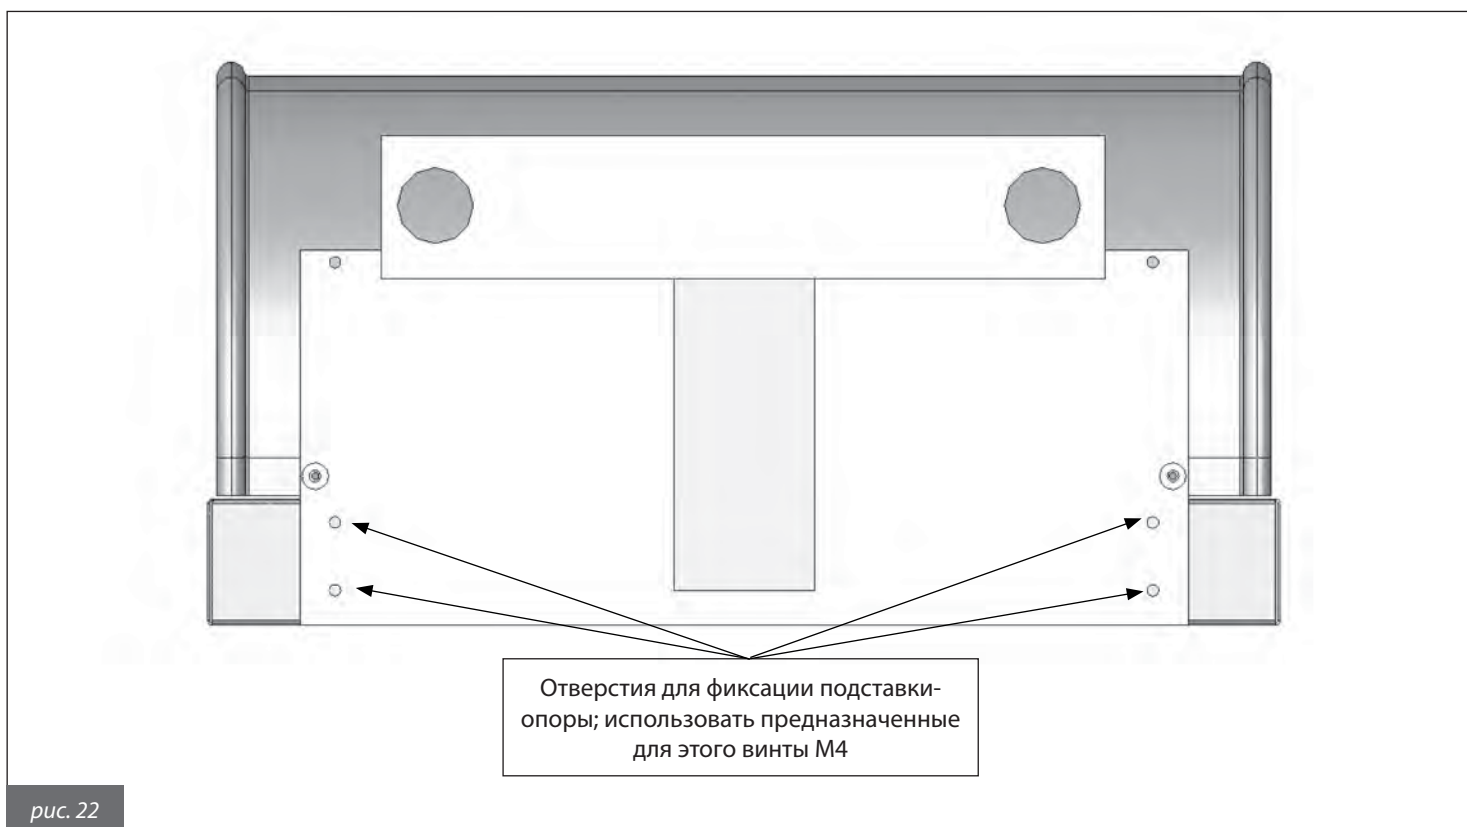
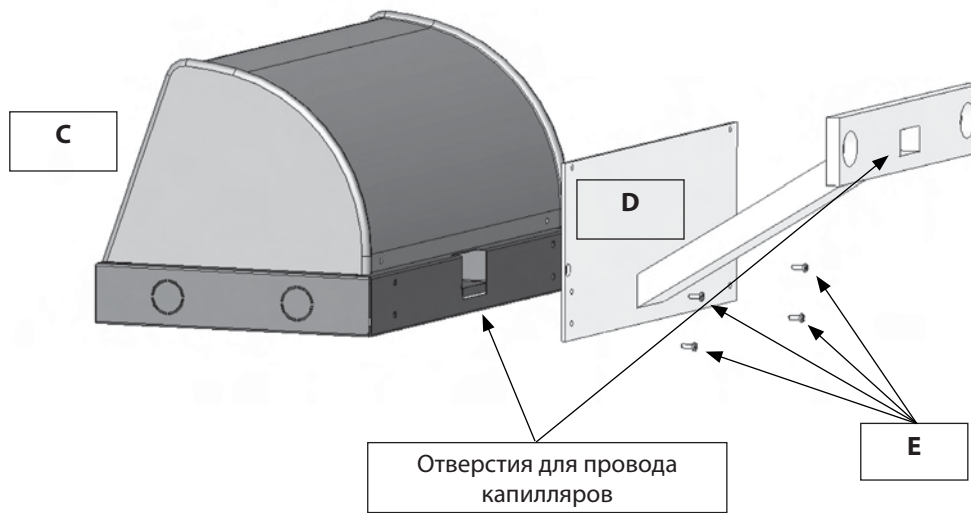

рис. 22
рис. 23
- 3)** соединить предварительно закрепленный на подставке-опоре (**C**, рис. 23) пульт управления с держателем (**D**, рис. 23), используя соответствующие винты М4 (**E**, рис. 22 и 23);